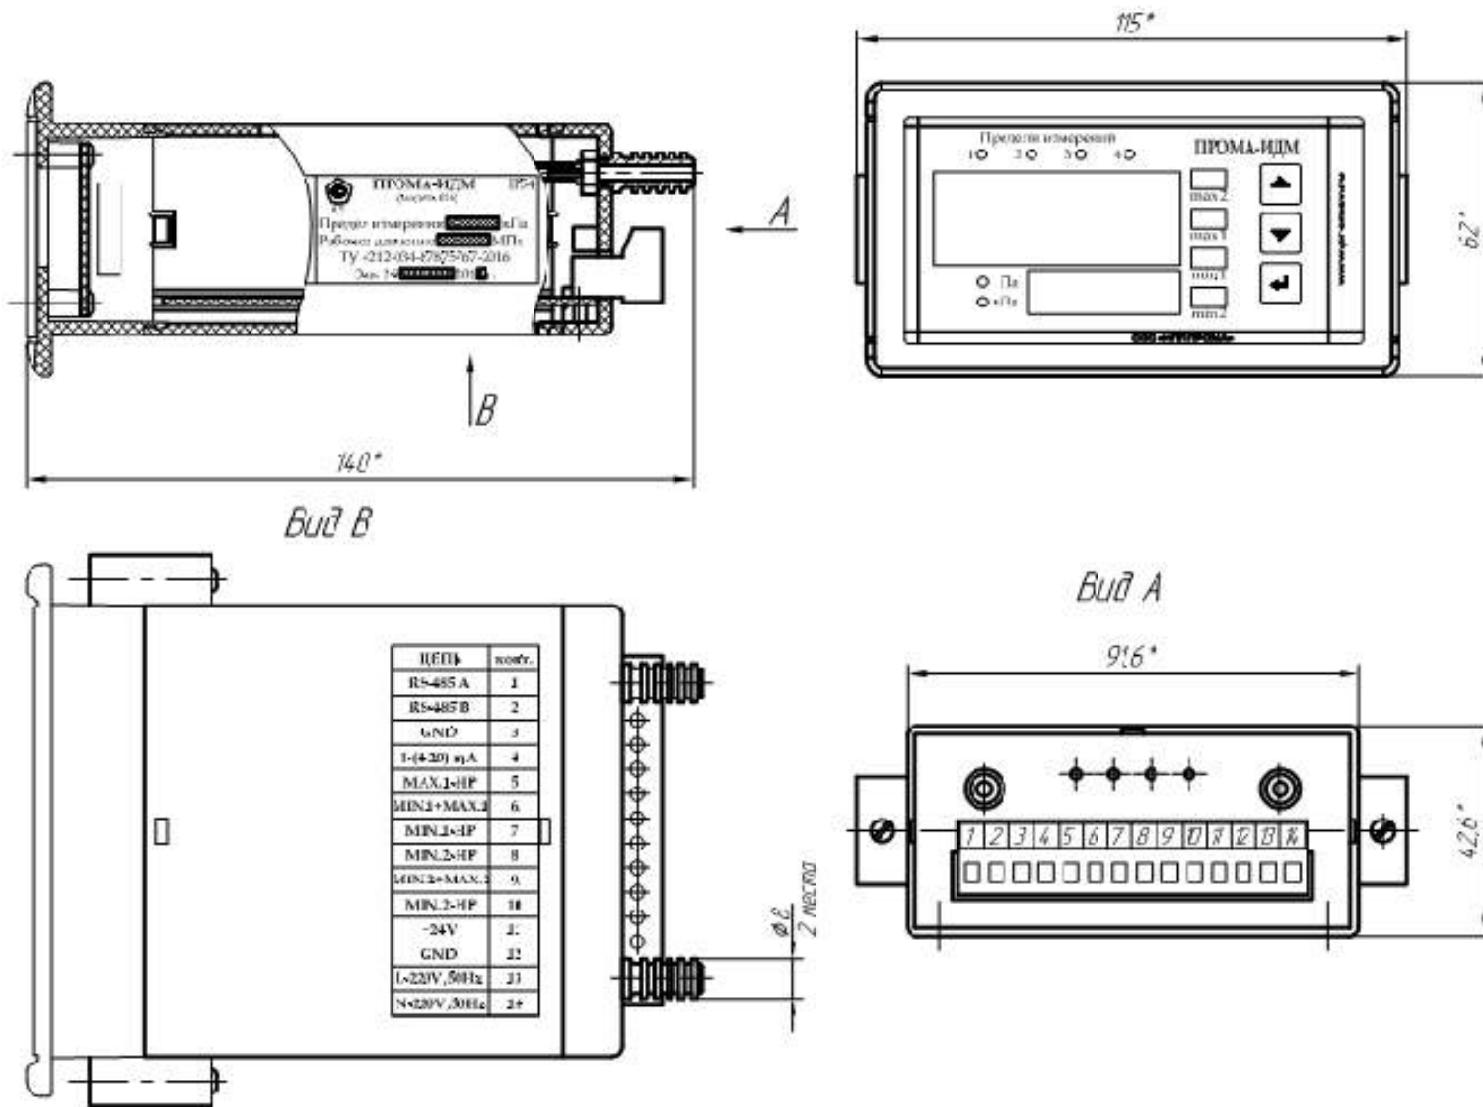

Рис. 1.2. Измеритель Пром-ИДМ-ДД. Щитовое исполнение. Габаритный чертёж.
- Рис. 1.2. Измеритель Прома-ИДМ-ДД Щитовое исполнение. Габаритный чертеж.